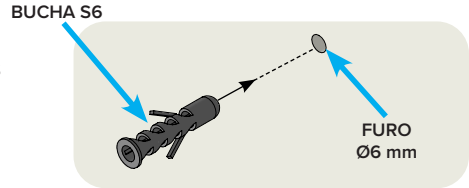

Figura 22 – Instalação das buchas S6
5. INSTALAR as duas Buchas S6 nos furos da parede (Figura 22);